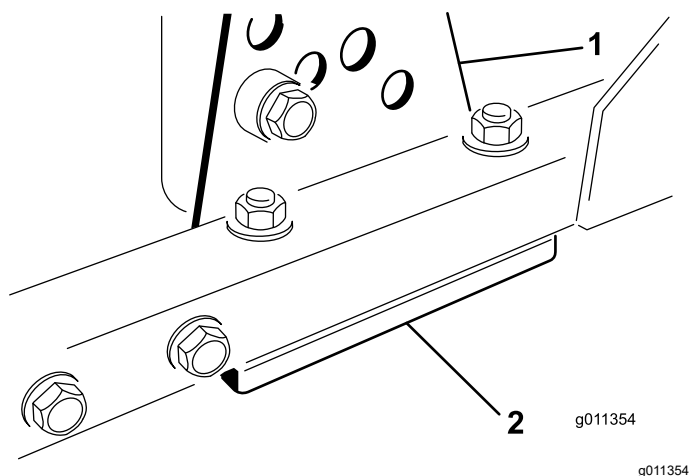

図 96
1. 刈り高ブラケット前、左、右のうち1つをカットングユニットのフレームから外す **図 96**。
2. カットングユニットのフレームとブラケットとの間に厚さ 1.5 mm または 0.7 mm のシム、場合によってはこれらの両方を挿入して、希望する刈り高を達成する **図 96**。